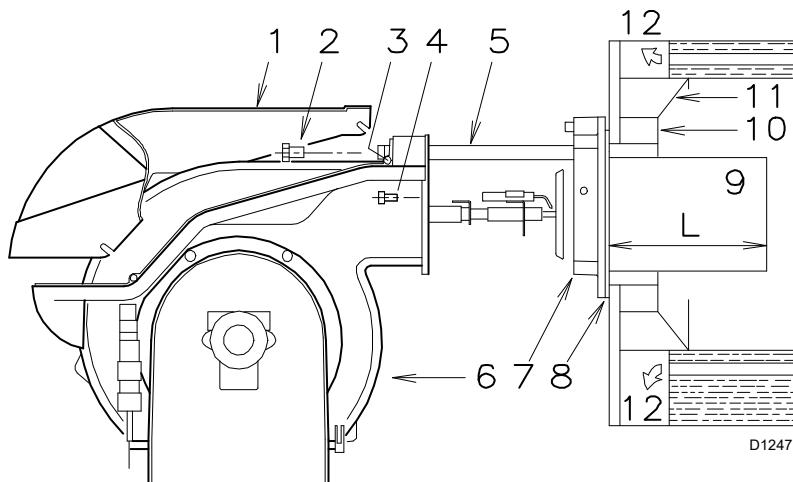

Fig. 7
En calderas con frontal refrigerado por agua, no es necesario el revestimiento refractario 10)-11)(Fig. 7), salvo que lo indique el fabricante de la caldera.
Fijar la brida 7)(Fig. 7) a la placa de la caldera, intercalando la junta 8)(Fig. 7) que se suministra. Utilizar los 4 tornillos que se suministran, después de haber protegido la rosca con algún producto antibloqueo.
- Abrir el quemador sobre las guías como en Fig. 7, pág. 10.